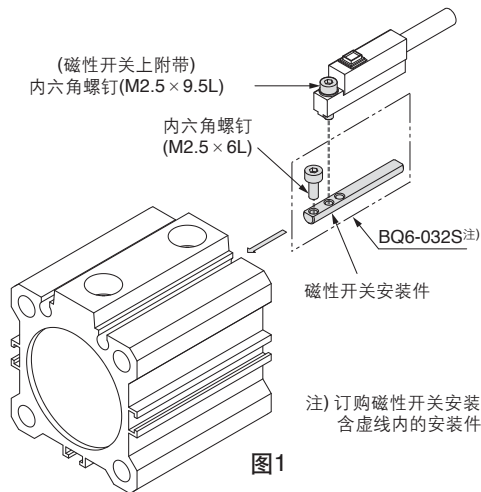
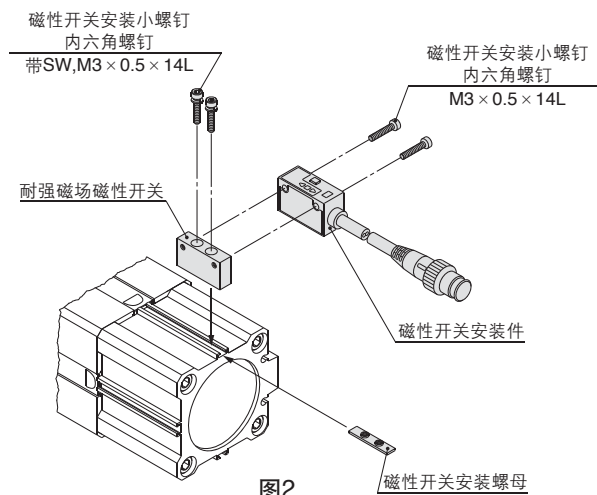

图1
图2
- ①在磁性开关安装件上,让磁性开关安装螺母从上面的通孔部,用磁性开关安装件安装小螺钉不会脱落那样的安装。
- ②把磁性开关安装螺母和磁性开关安装件的组件安装在导槽部上(螺母通过导槽部。),大体设置在磁性开关安装位置。
- ③在磁性开关本体的通孔部上,让磁性开关安装小螺钉通过,把磁性开关预固定在磁性开关安装件上。
- ④确认检测位置后,拧入磁性开关安装件安装小螺钉及磁性开关安装小螺钉,固定磁性开关。(紧固力矩约为0.5~0.7N·m,参见图1及图2)。
※仅D-P79WSE安装在磁性开关安装件时,有安装方向性。必须软质树脂模压面与磁性开关安装件连接进行装着。(参见图2)